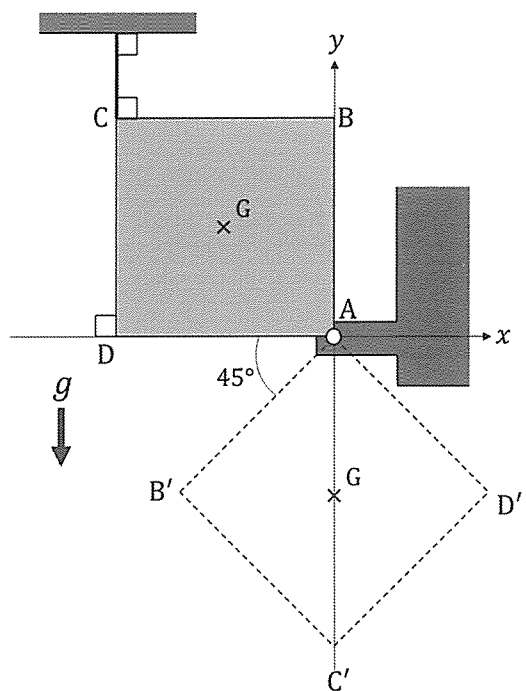

図1
- (1) ケーブルの張力を T 、ピン支持点 A に作用する支持反力の x 、 y 成分をそれぞれ A_x 、 A_y とすると、力のつり合い条件および力のモーメントのつり合い条件を示せ。
- (2) ケーブルの張力 T 、ピン支持点 A に作用する支持反力の各成分 A_x 、 A_y を求めよ。
- (3) 正方形板の重心 G の加速度の x 、 y 成分をそれぞれ a_x 、 a_y 、正方形板の重心 G 周りの回転角加速度を α とすると、静かにケーブルを切り離した直後の正方形板の並進の運動方程式と重心 G 周りの回転の運動方程式を示せ。ただし、ピン支持点 A に作用する支持反力の x 、 y 成分をそれぞれ A'_x 、 A'_y とする。
- (4) 静かにケーブルを切り離した直後の正方形板の重心 G 周りの回転角加速度 α および重心 G の加速度の各成分 a_x 、 a_y を求めよ。ただし、 A'_x 、 A'_y を用いないこと。
- (5) ケーブルを切り離した後、正方形板は 135° 回転して図1の点線の位置 $AB'C'D'$ まで回転した。このときの正方形板の重心 G 周りの回転角速度 ω を求めよ。ただし、 A'_x 、 A'_y を用いないこと。